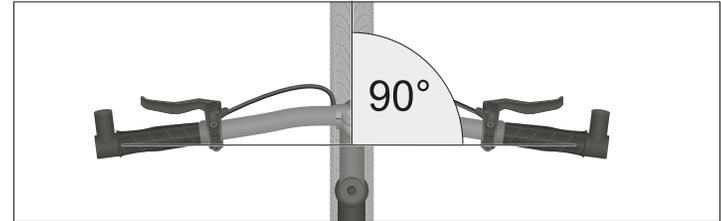

Abb.: E-16 Korrekte Einstellung der Lenkerrichtung.
5. Stellen Sie die Lenkerrichtung so ein, dass der Lenker im Winkel von 90° zum Vorderrad steht (siehe Abb.: E-16).